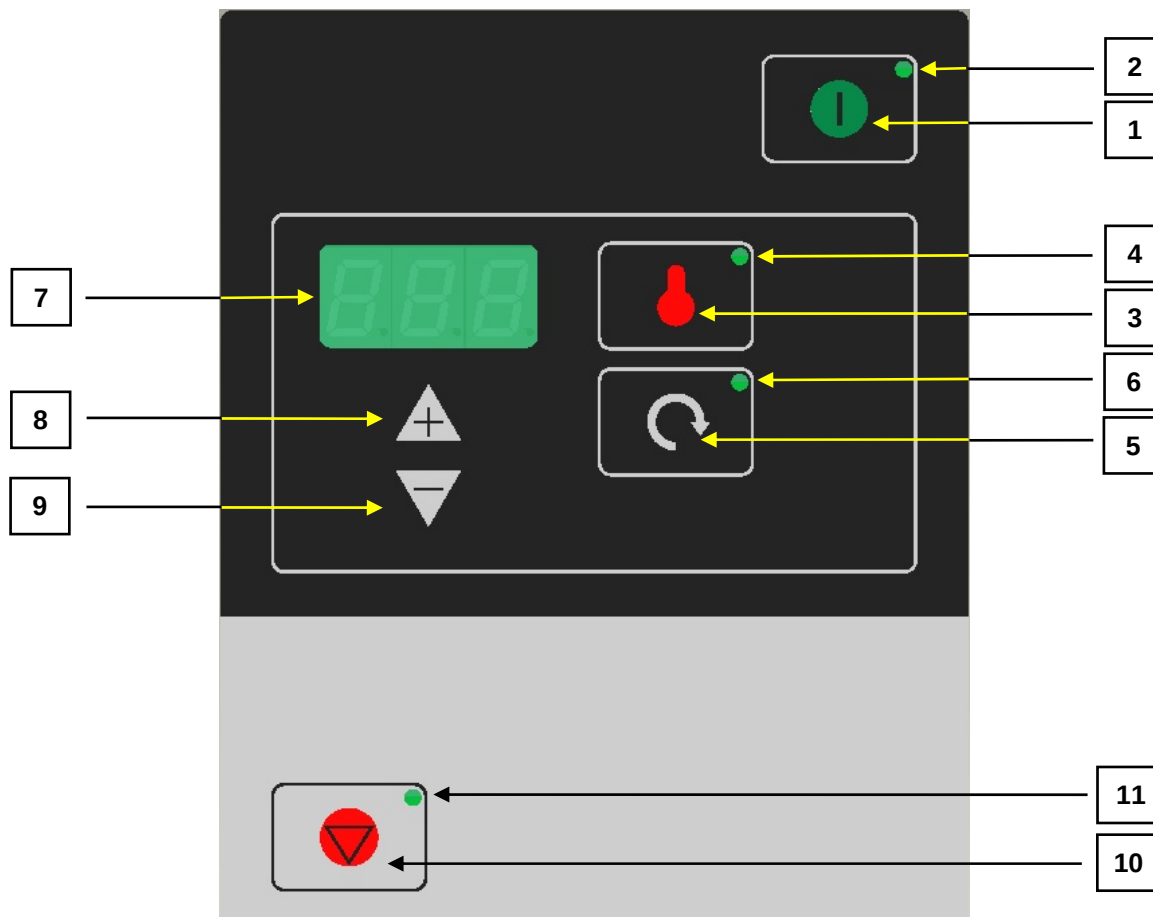

figura 5.2.1.
- La versión OPL tiene accesibles al usuario todos los elementos de mando e información que se presentan en la figura 5.2.1.
- Figura 5.2.1. – teclado, presentación y descripción de las funciones de la versión OPL.
- Después de quitar la cubierta, el operador **12** tiene acceso al teclado que es idéntico que la versión OPL, figura 5.2.1., no obstante, las funciones son diferentes.